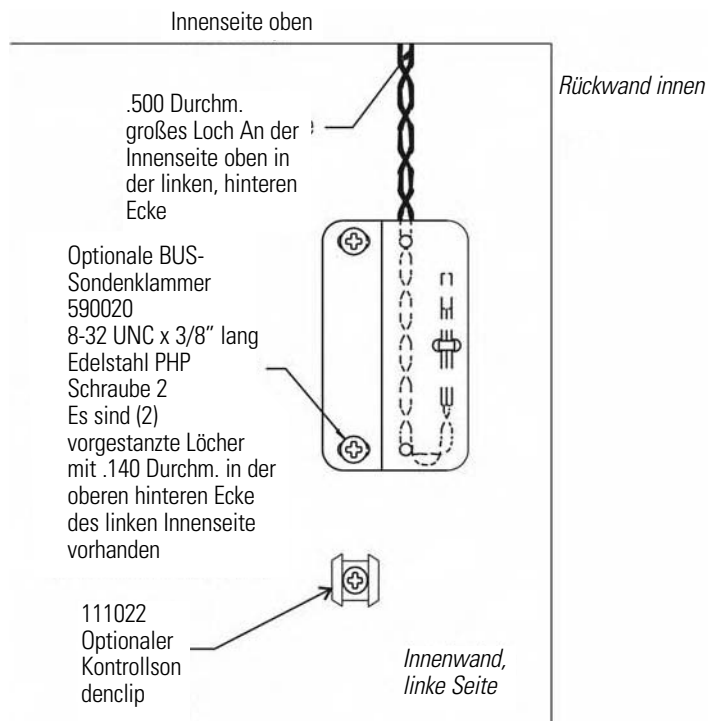

Abb. 5-4. Halteklammer
1. Die vorgebohrte 0.500" Öffnung in der oberen linken und hinteren Ecke der Kammerdecke anbringen. Die Halterabdeckung zur Befestigung der Spiralsonde/des Solenoidkabelsatzes entfernen. Das Sondenkabel abwickeln und die Sondenspitze ca. 12" tief in die 0,500" große Öffnung stecken (Abb. 5-4).
3. Die beiden #8-32 vorgebohrten Öffnungen an der inneren linken Wand des Gefrierschranks abdecken. Die Klammer montieren. Abb. 5-4 zeigt die Back-Up Sonde, die an der inneren linken Wandseite des Gefrierschranks montiert ist.